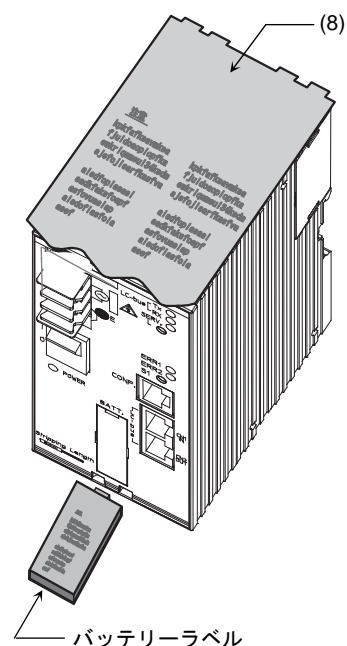

図5 バッテリーラベルと保護シート
- ④ バッテリーホルダーを本体に入れる。
- ⑤ タグのバッテリーラベルに5年後の年月を油性ペンで記載する。
- (1) 高温高湿となるような場所を避けて取り付けてください。
- (2) 誤って落としたりすることのないようにしてください。
- (3) 配線交換は、電源を切った状態(本製品の電源端子への配線が回路から切り離された状態)で行ってください。
- (4) 電源を投入する前に、結線が正しく行われているか十分に確認してください。
- (5) 電源投入後、正常に動作するまでには数十秒を要します。この際、一時的に重故障(ERR1)が表示(前面の赤色LEDが点灯)されますが、異常ではありません。
- (6) 空き端子には結線しないでください。
- (7) 上部および下部は他機器と35mm以上離してください。
- (8) 電源を投入する前に、上部に貼ってある保護シートをはがしてください。(図5参照)